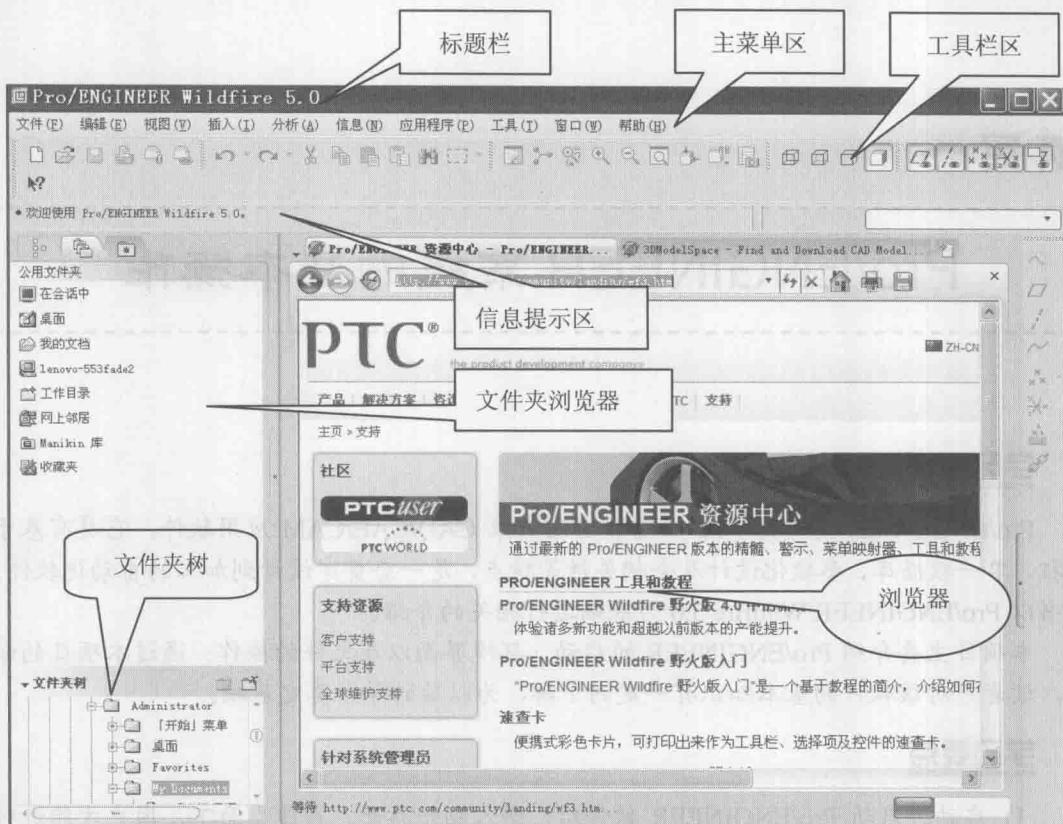

图 1-1 Pro/ENGINEER 的初始界面
- 双击桌面上的 Pro/ENGINEER 快捷图标 ，等待一会儿，系统即进入 Pro/ENGINEER 的初始界面，如图 1-1 所示。
启动 Pro/ENGINEER 程序后就进入了 Pro/ENGINEER 的初始界面, 如图 1-1 所示。该界面分为标题栏、主菜单区、工具栏区、信息提示区、浏览器等区域。